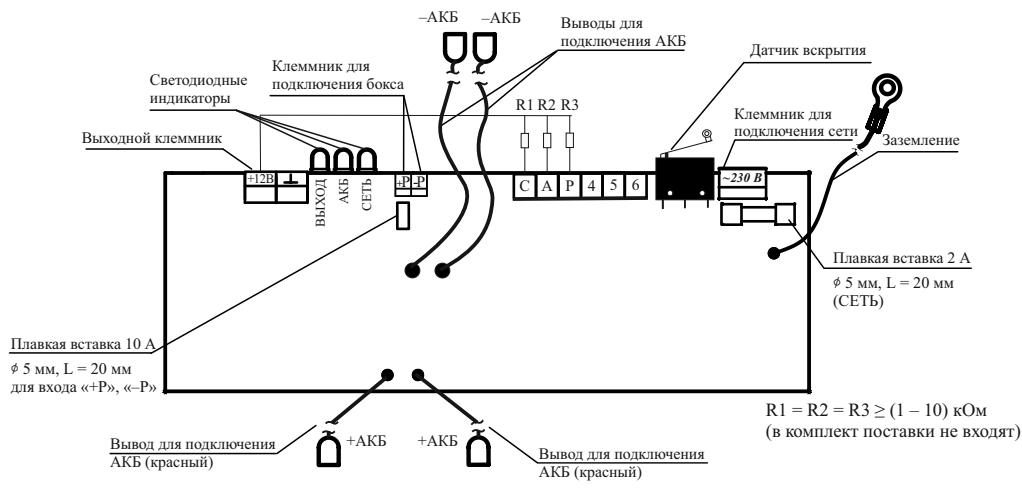

Рисунок 1
При закрытии крышки источника питания срабатывает концевой выключатель, который производит изменение состояния на клеммах «4», «5» и «6» (рисунок 1). При нажатии рычага концевого выключателя контакты «4» и «5» замкнуты, а «4» и «6» разомкнуты. При открытой крышке контакты «4» и «5» разомкнуты, а «4» и «6» замкнуты.
6.4 Для подключения источника следует использовать провода с сечением, указанным в 2.17. Подключение источника (рисунок 1) производить в следующей последовательности: